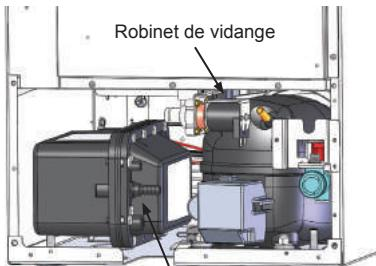

Figure 7
4. Faites tourner la pompe de vidange et enlevez-la de la machine à glaçons (Figure 7). Il peut s'avérer nécessaire de couper la connexion aux fils de mise à la terre dans le plateau arrière de l'armoire (Figure 8).